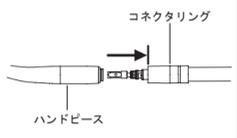

図 1
- 1 ハンドピースをホースに真っ直ぐ挿し込みます（図 1）。